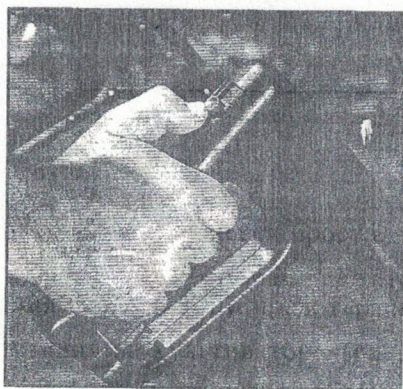

Рис. 2
4. Выберите скорость. (рис. 2)